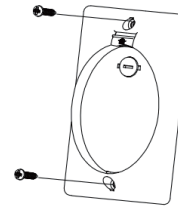

Fig. 24
Étape 1. Sélectionnez un emplacement pour installer le support de votre télécommande, installez le support comme indiqué. (Fig. 24)